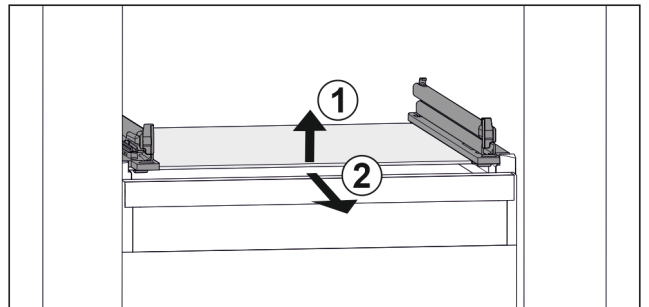

Fig. 153 Primjerni prikaz staklene ploče
- ▶ Staklenu ploču podignite sprijeda. Fig. 153 (1)
- ▶ Izvadite staklenu ploču prema naprijed. Fig. 153 (2)